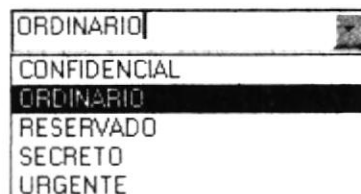

Figura 3.18 Elija Calificación
- ELIJA CALIFICACION: Aquí damos clic en el combo y se elige la calificación. (Ver figura 3.18)